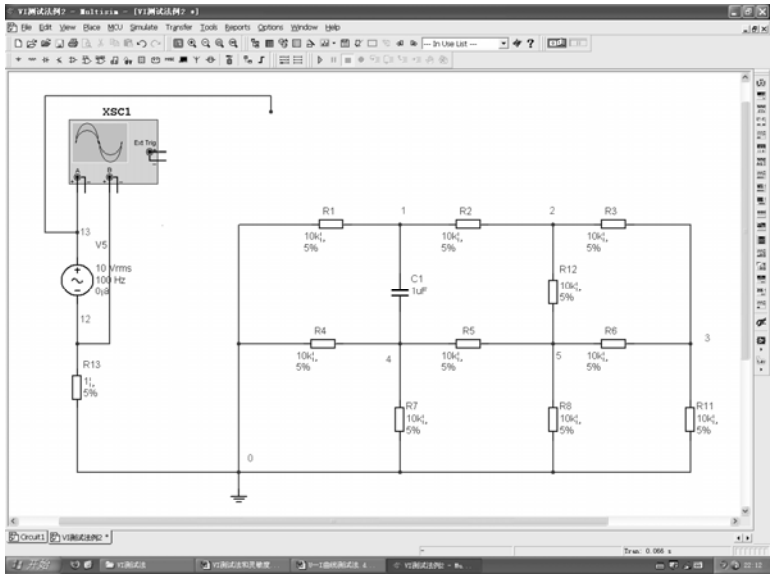

图 16-2 UI 测试电路图
- 分别在实际测试环境和仿真环境下用扫描电压源、响应电流的采样电阻和示波器构建图 16-2 所示的 UI 测试电路。其中，示波器的 A 通道接扫描电压源，B 通道接在响应电流的采样电阻上（采样电阻的端电压反应了响应电流的变化），示波器的“时基”（Timebase）设置成 A/B 或 B/A 状态。这样，示波器显示的曲线就是反映被测端口阻抗特性的 UI 曲线。